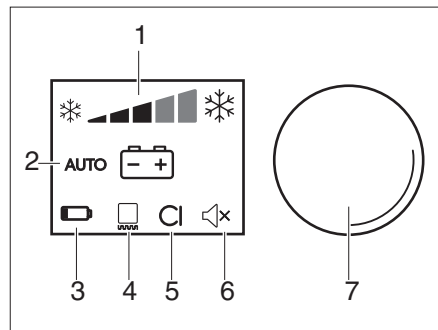

Fig. 88 Elementi di comando per il frigorifero (serie Dometic 10)
- ▶ Portare la modalità di funzionamento su "AUTO" (Fig. 88,2).
- ▶ Impostare la temperatura di refrigerazione con la manopola (Fig. 88,7).
- ▶ Premere e tenere premuta la manopola (Fig. 88,7) per 4 secondi. Il frigorifero è spento.